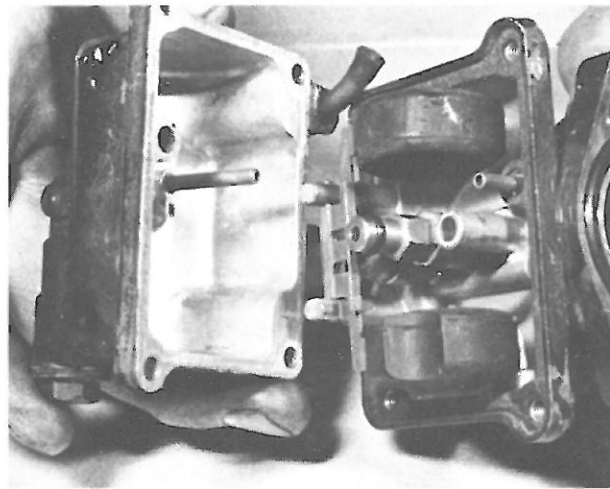

Bild 143
- Vergaseroberseite nach unten halten und die vier kleinen Schrauben und Federscheiben entfernen, mit denen das Schwimmergehäuse am Vergaser befestigt ist. Zwischen Schwimmergehäuse und Hauptteil des Vergasers befindet sich eine gegen Kraftstoff abdichtende Weichdichtung, die auf jeden Fall erneuert wird (Bild 143).